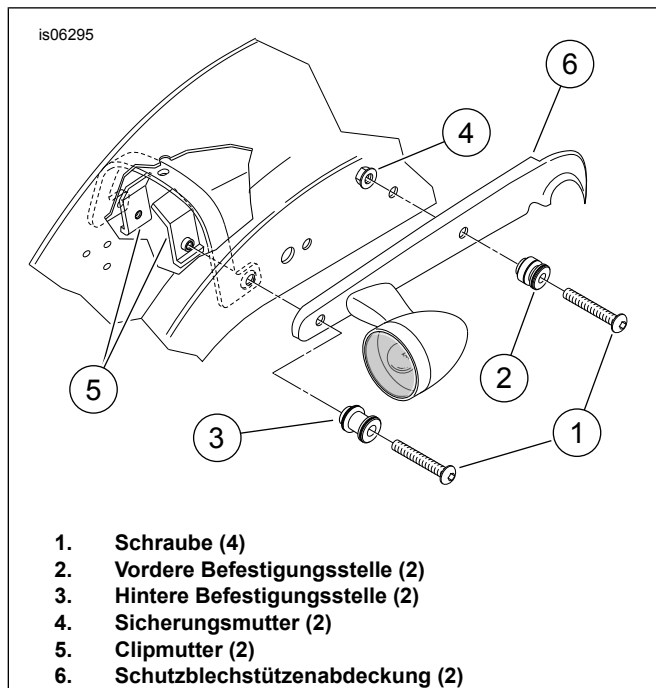

Abbildung 3. Befestigungsstellen – nur für starre Zubehöerteile oder Satteltaschen
1. Siehe Abbildung 3. Die Befestigungsstellen-Ausrüstung **53529-04** nach den zugehörigen Anweisungen einbauen.